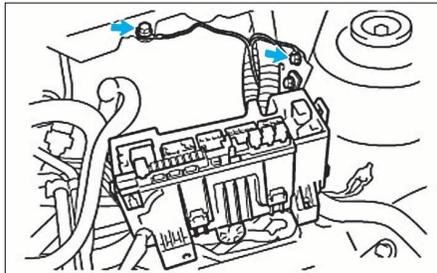

FIG. 77
- Déposer le fil de masse (Fig.77).